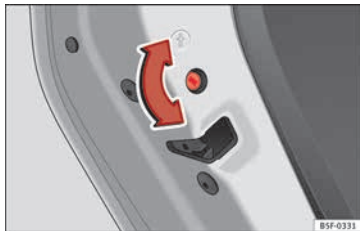

Abb. 105 Kindersicherung in der linken Tür
- Drehen Sie bei geöffneter Tür den Schlitz mit dem Fahrzeugschlüssel bei den linken Türen gegen den Uhrzeigersinn » Abb. 105
- Drehen Sie bei geöffneter Tür den Schlitz mit dem Fahrzeugschlüssel bei der rechten Tür gegen den Uhrzeigersinn und bei der linken Tür im Uhrzeigersinn » Abb. 105.